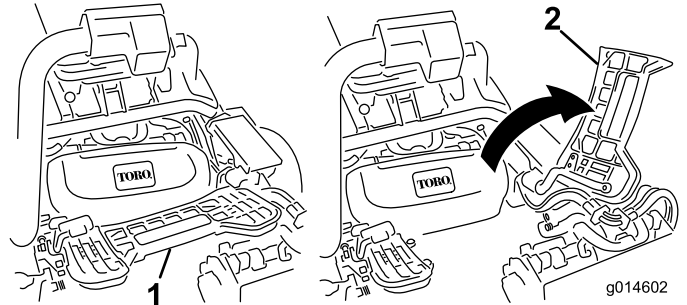

图32
1. 提起搁脚板并翻开，以便接触到中间滚刀组位置（图32）。